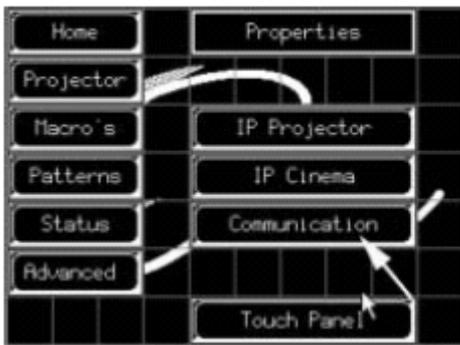

图 11-14 选择的通讯属性
- 按“Communication”（通讯）按钮。（图 11-14）